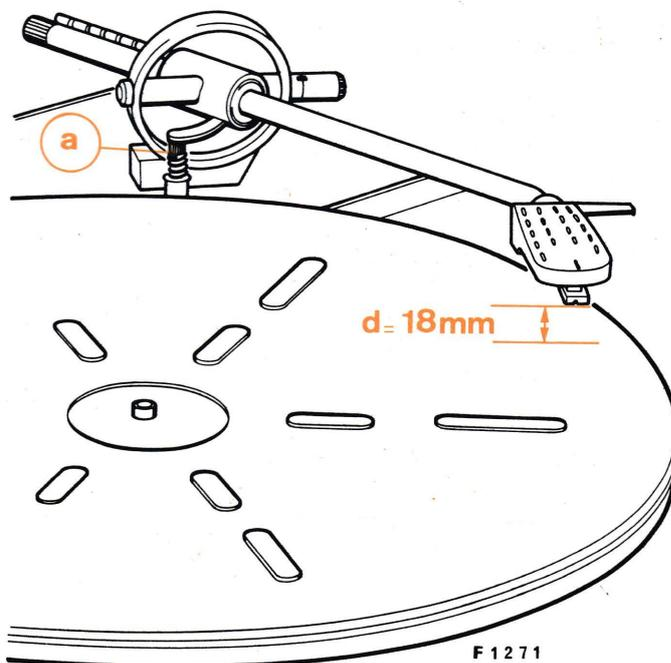

Fig. 5
## C – REGLAGE DE LA HAUTEUR DU BRAS DE LECTURE (Fig. 5)
- 5° - Si tel n'est pas le cas, agir sur la vis (a) (Fig. 5) :